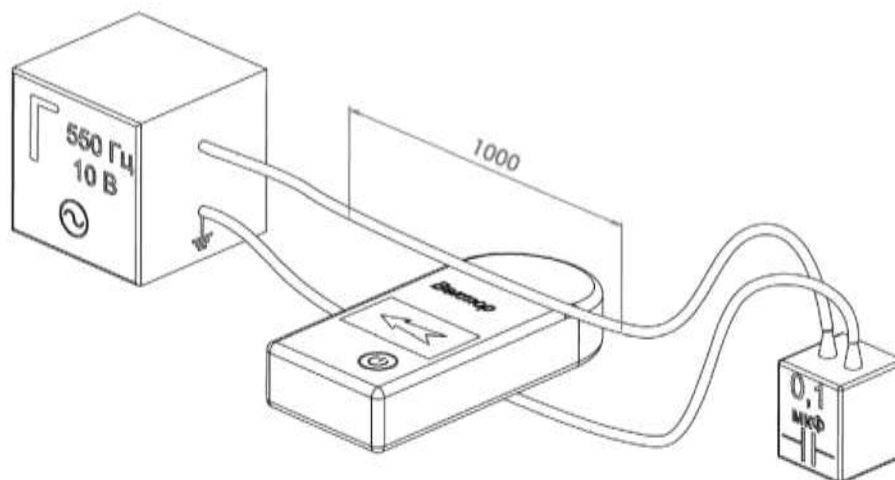

Рис. 2
4.3. Проверить работоспособность указателя перед применением на ВЛ можно в экранированном помещении, для чего следует к генератору сигналов с помощью двух отдельных изолированных проводов длиной около 1 м присоединить неполярный конденсатор емкостью 0,1 мкФ номинальным напряжением не менее 160 В. Схема установки показана на рис. 2.